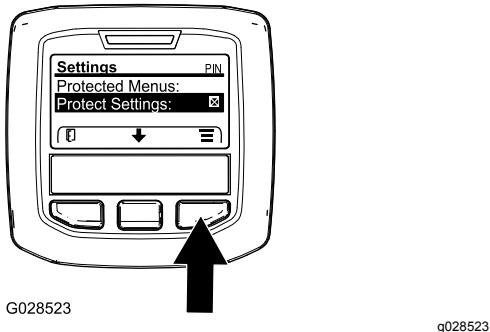

Figura 44
- Aceda ao menu protegido e desbloqueie o submenu de definições protegidas (Figura 44); consulte Aceder aos menus protegidos \(página 35\).